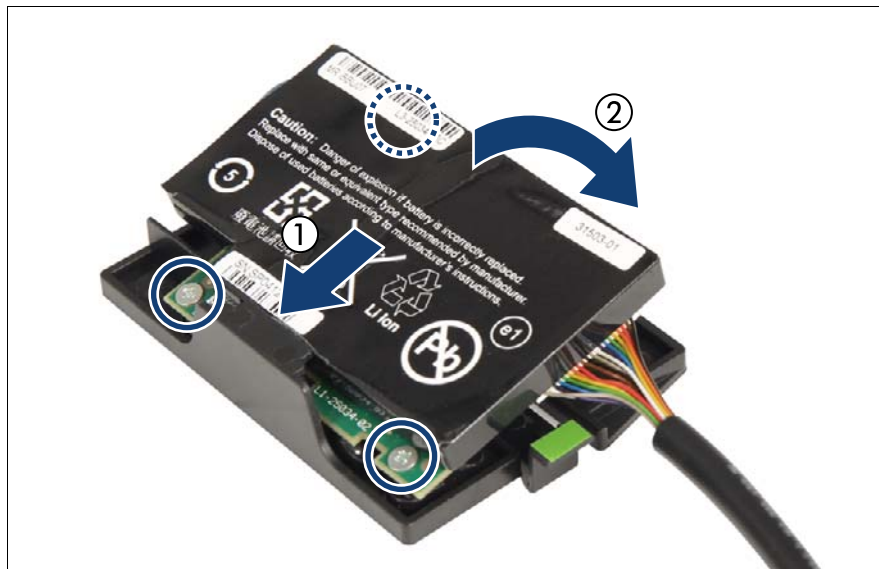
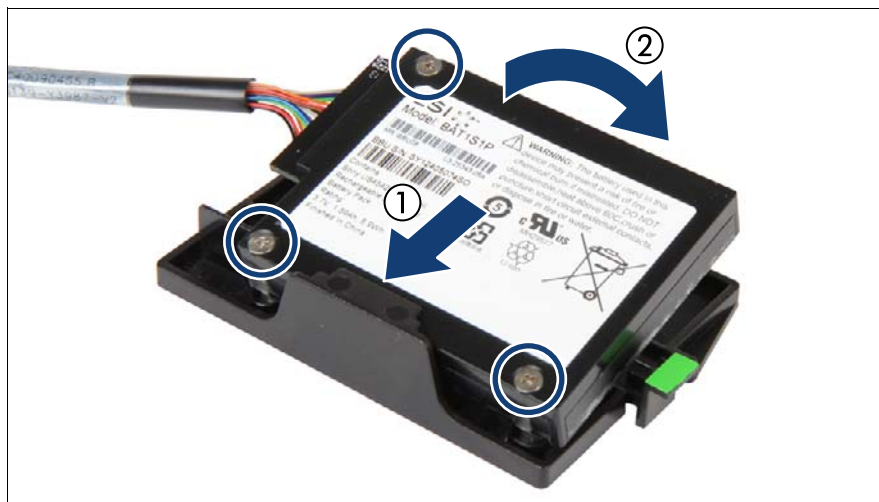

図 122: BBU ホルダーへの BBU の取り付け（例 A）
図 123: BBU ホルダーへの BBU の取り付け（例 B）
- i** 異なる BBU を使用できます。3 本のボルトの位置（図 122 と 図 123 の丸で囲んだ部分）を参照して、BBU を BBU ホルダーに取り付ける正しい位置を確認してください。